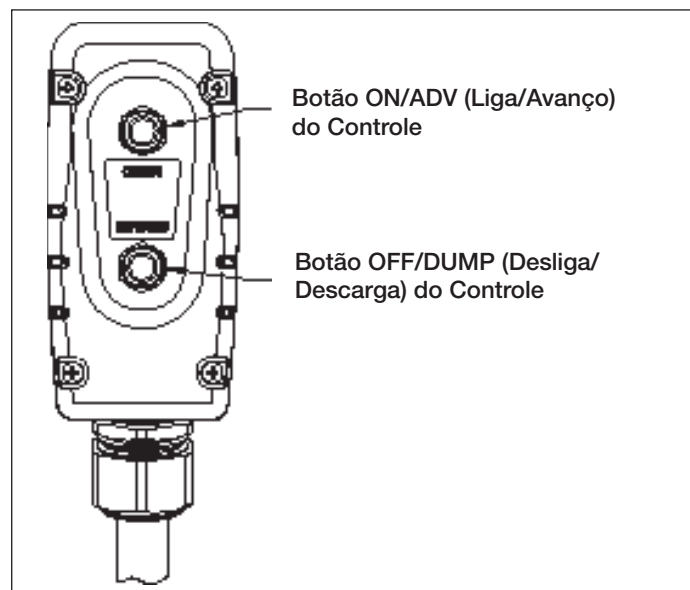

Figura 7, Botões do Controle
5.2 Operação do Controle (Ver Figura 7)
5. Para acionar a bomba, pressione o botão “ON/ADV” no controle. Ver Figura 7. O motor começará a girar automaticamente, fazendo com que o torquímetro avance. O avanço do torquímetro continuará enquanto o botão estiver pressionado.